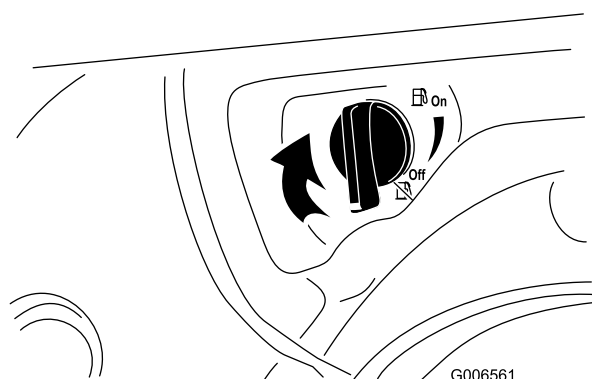

Рисунок 31
4. Закройте отсечной топливный кран, повернув его по часовой стрелке (Рисунок 31).